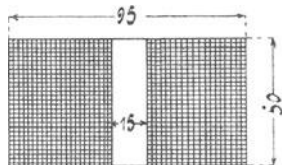

Fig. 4.
45. Eine Spule von 15 [30] (100) mm (Fig. 4) innerem Durchmesser ist mit einem 0,3 [0,4] (1,5) mm dicken Kupferdraht, der mit Seide besponnen ist, bewickelt, und zwar liegen 125 [200] (70) Drähte nebeneinander und 100 [90] (30) Lagen übereinander, sodaß der äußere Durchmesser der Spule 95 [120] (200) mm beträgt. Welchen Widerstand besitzt die Spule bei 15^o C?